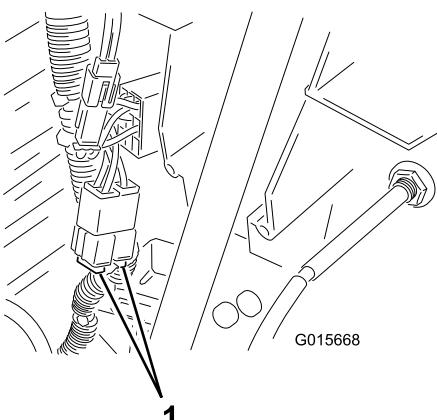

Figura 27
1. Sollevate il cofano per accedere al fusibile sotto il serbatoio del carburante (Figura 27).